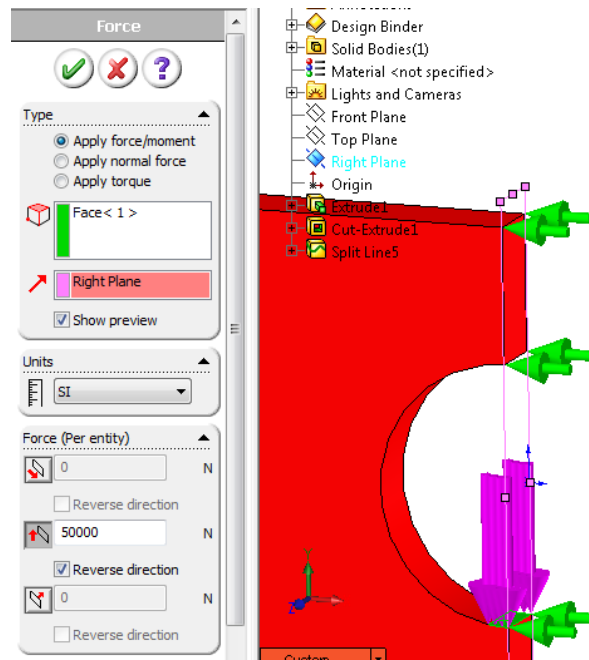

Рис. 3.1.6. Прикладення до деталі направленої сили
8. Наступним кроком є прикладення зусилля, що імітує контактну взаємодію. Зусилля прикладається до частини циліндричної грані центрального отвору, обмеженої лінією розділу. Так як ми аналізуємо половину конструкції, то необхідно прикласти навантаження 50кН, а не 100кН, як для повної конструкції (рис. 3.1.6). Для задання сили необхідно буде указати довідкову площину, для цього використовуйте дерево конструювання SolidWorks.